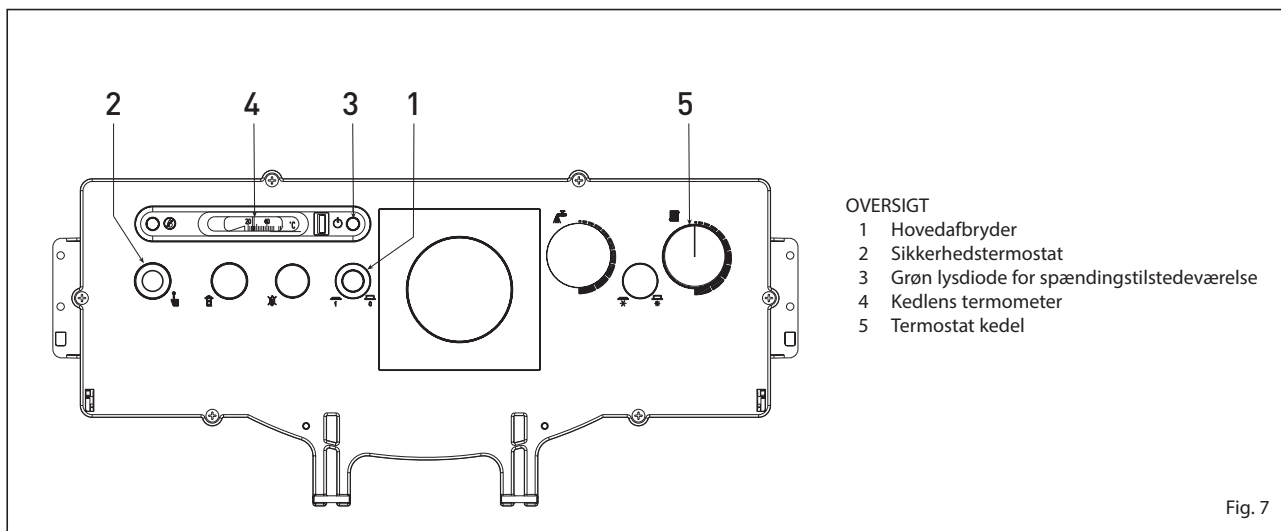

Fig. 7
3.2.1 Kedlens tænding (fig.7)
3.2.2 Sikkerhedstermostat (fig. 7)
3.2.4 Kedlens slukning (fig.7)